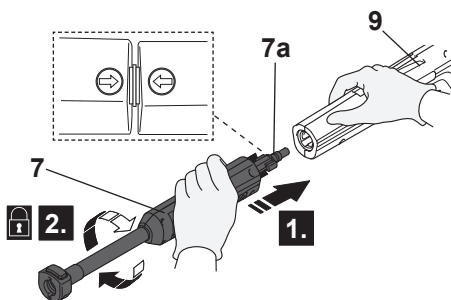
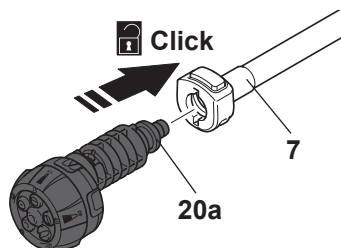

Fig. 4
Fig. 5
1. Alinee e inserte las lengüetas (7a) de la lanza de extensión (7) en las ranuras del puerto de conexión de la pistola de pulverización (9). (Fig. 4, paso 1).
2. Encaje firmemente la lanza de extensión (7) girándola en el sentido de las agujas del reloj para bloquearla en su sitio (paso 2). Asegúrese de que la flecha de la pistola de pulverización se alinea con la flecha de la lanza de extensión.
3. Alinear las lengüetas (20a) de la boquilla 5 en 1 con las ranuras del puerto de conexión de la lanza de extensión (7) (Fig. 5).